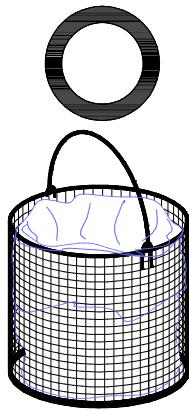
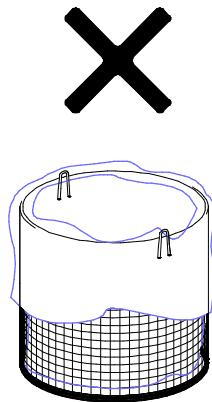

図 4
図 5
- ! 開いたバッグの口は必ず金網カゴの内側で折り返してください。(図 4, 図 5)